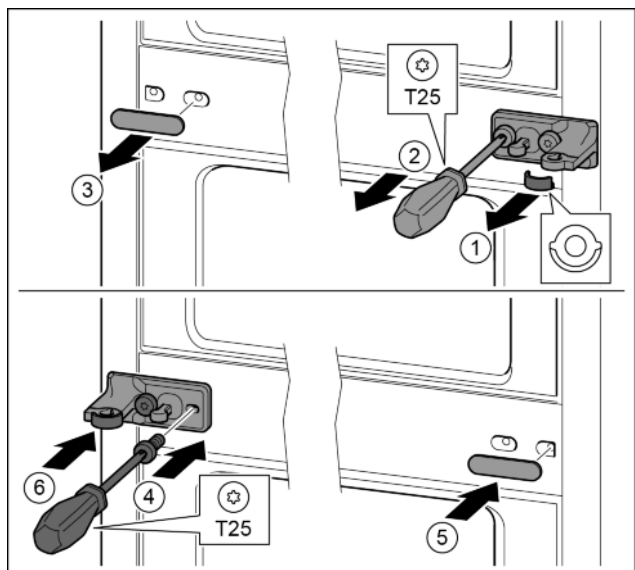

Fig. 14
- ▶ Húzza le a tárcsát. Fig. 14 (1)
- ▶ T25 csavarhúzóval tekerje ki a csavarokat. Fig. 14 (2)
- ▶ Óvatosan húzza le a fedelet. *Fig. 14 (3)*
- ▶ A csapógybakot a fóliával 180°-kal elfordítva erősen csavarozza fel a másik oldalra. *Fig. 14 (4)*
- ▶ A fedelet 180°-kal elfordítva szerelje a másik oldalra. *Fig. 14 (5)*
- ▶ A tárcsát előlről tolja be. *Fig. 14 (6)*